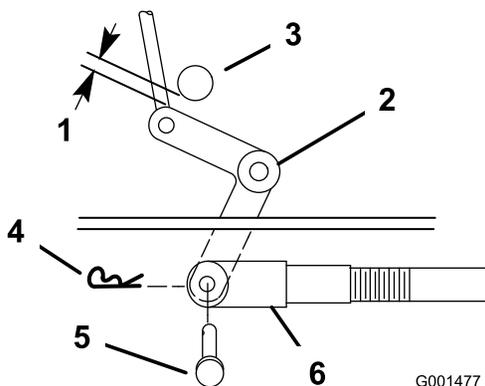
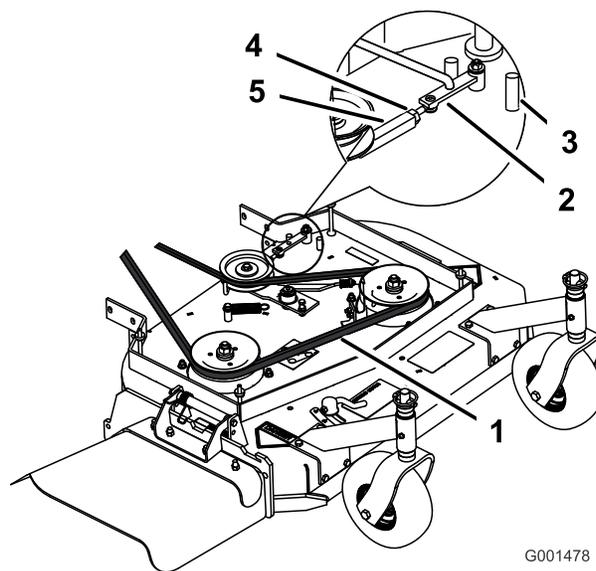
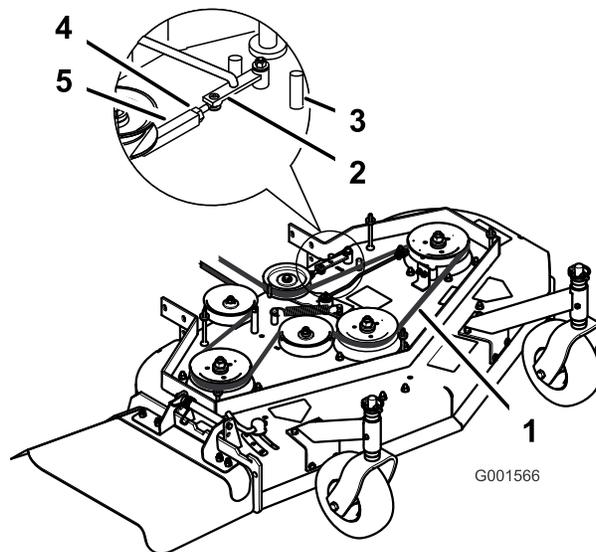

Figura 39
Figura 40
Figura 41
9. Compruebe la distancia entre la palanca acodada y el eje de salida de la transmisión (Figura 39).
11. Gire la horquilla en el sentido de las agujas del reloj para aumentar la distancia; gírela en el sentido contrario para reducirla (Figura 39).
Nota: Si el brazo no entra en contacto con el tope delantero de la carcasa del cortacésped (Figura 40 o Figura 41), ajuste la horquilla para acercar la palanca acodada al eje de salida de la transmisión (Figura 39).